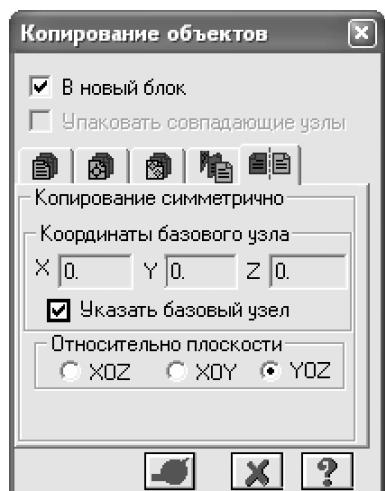

Рис.5.5. Диалоговое окно
- Вызовите диалоговое окно **Копирование объектов** (рис.5.5) из меню **Схема ⇒ Корректировка ⇒ Копировать выбранные объекты** (кнопка  на панели инструментов).